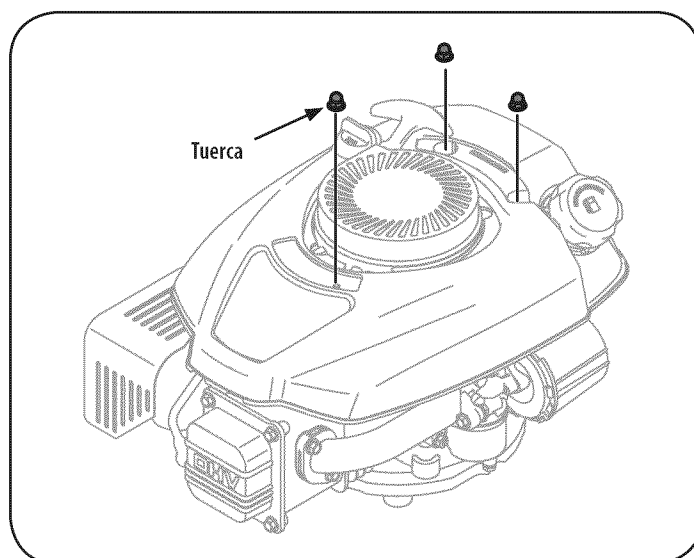

Figura 19
1. Retire exterior cubierta de motor y tuerca de fijación interna cubierta, como se muestra en la Figura 19.